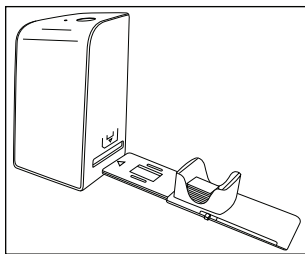

Figura 2
- ◆ Introduzca el cargador de diapositivas **6** con la mirilla primero en la ranura **4** derecha. Al hacerlo, observe que la marca triangular esté hacia delante y sea visible (consulte la figura 2).